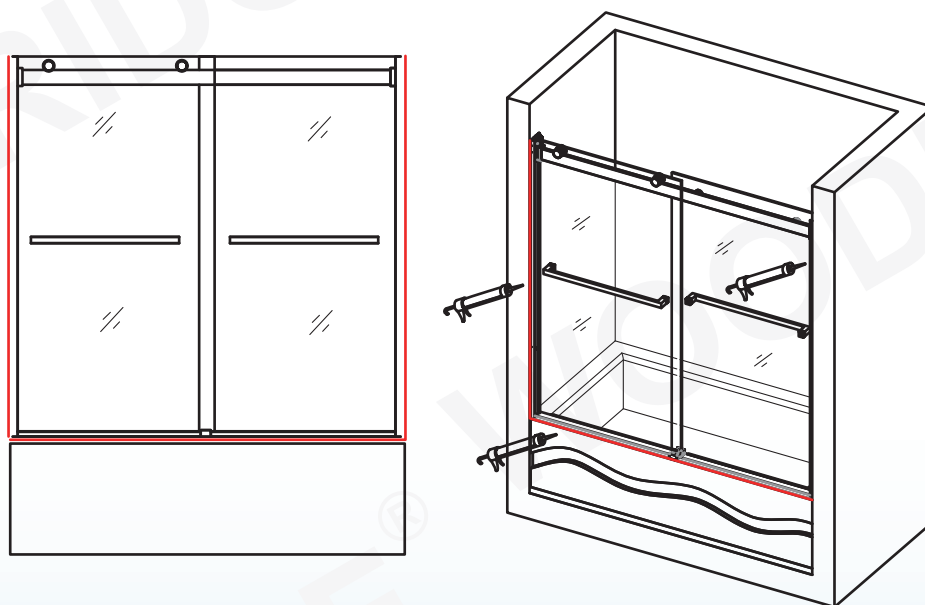

Fig 21
21. Appliquer du mastic silicone sur les joints entre le verre fixe et le receveur/baignoire, ainsi qu'entre le mur et le verre fixe. Voir la Figure 21 pour plus de détails.